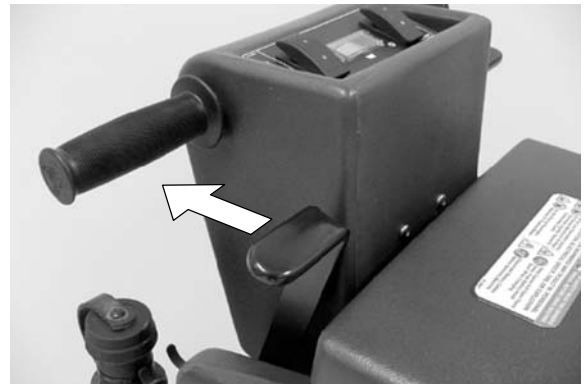

FIG. 8
- Coupez la distribution de solution. Tirez complètement sur le levier de distribution de solution pour arrêter la distribution (Figure 8).